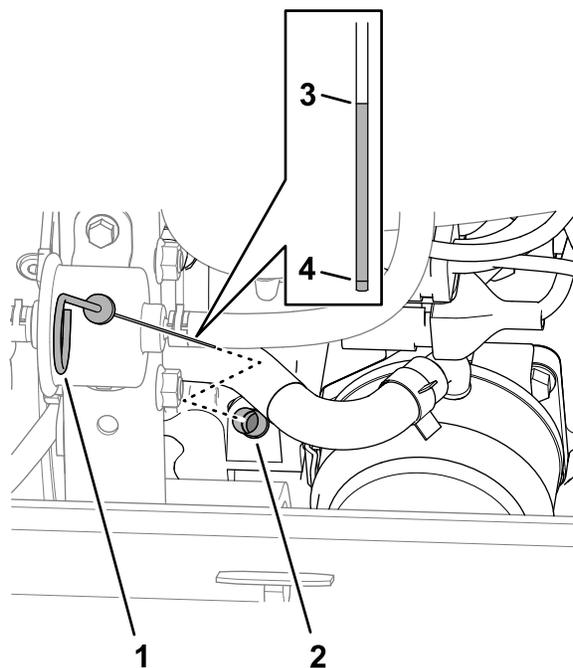

Figure 112
3. Retirez la jauge du tube (Figure 112) et essuyez-la sur un chiffon propre.